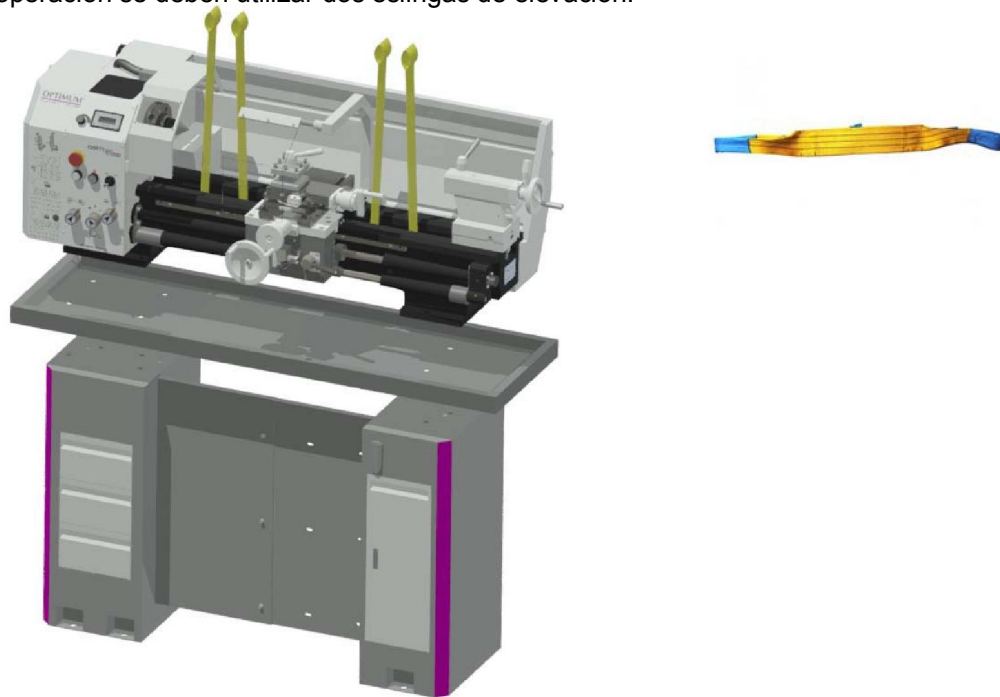

Imagen 3-1: Punto de suspensión de la carga
- Fije el engranaje de suspensión de cargas tal y como se muestra en la imagen 3-1: Punto de suspensión de la carga.